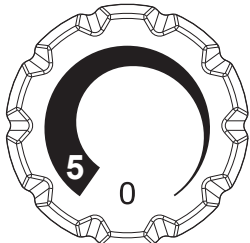

Рис. 9
1) Установите ручку термостата в положение "0" (Рис. 9).